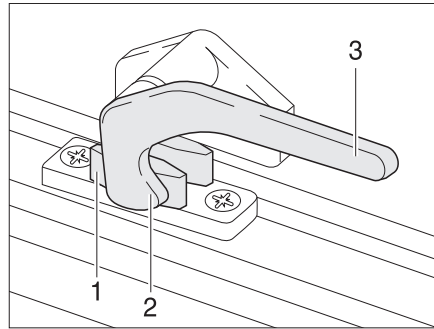

Fig. 71 Leva di serraggio in posizione "Chiuso"
- Ruotare la leva di serraggio (Fig. 71,3) di un quarto di giro verso il centro della finestra.
- Ruotare la leva di serraggio (Fig. 71,3) di un quarto di giro verso il telaio della finestra. Il nasello di chiusura (Fig. 71,2) si trova sul lato interno della chiusura della finestra (Fig. 71,1).
- In posizione "Completamente chiusa" (Fig. 71).